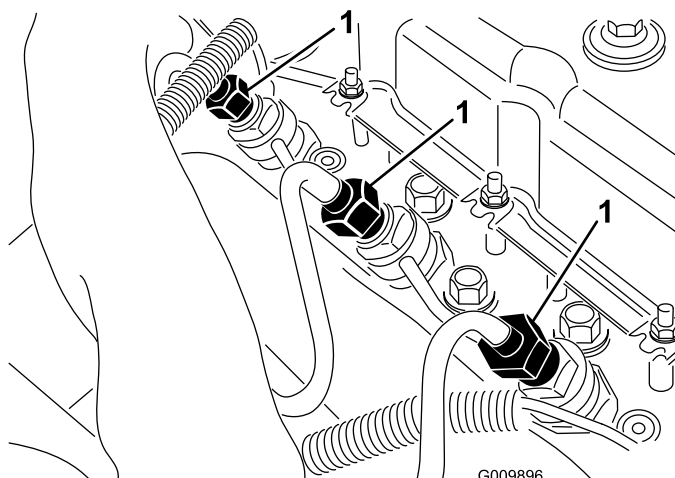

図 48
1. 燃料インジェクタへの接続部を一カ所ゆるめる（図 48）。